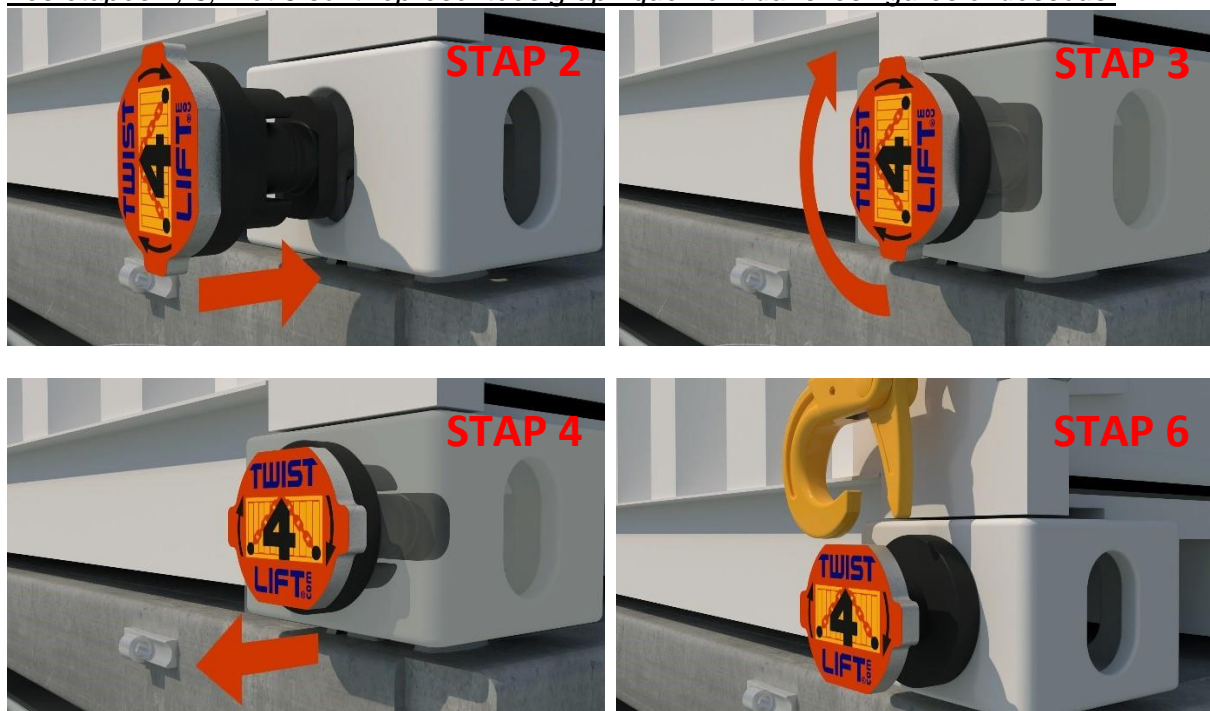

Figure 3. Etapes d'installation du Twist4lift.
- N'utilisez que des crochets certifiés et correctement montés, voir également la figure 3. N'utilisez pas de sangles, d'élingues ou d'autres équipements de levage qui ne sont pas résistants aux arêtes vives. - Utilisez toujours un palonnier bien ajusté ou des élingues à 4 branches lorsque vous soulevez un conteneur à l'aide des crochets Twist4lift, voir également la figure 2.